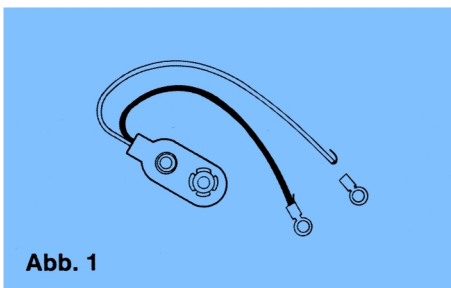

Abb. 1
1. Auf die beiden Drähte des Batterieanschlußclips werden Kabelschuhe geschoben und mit einer Zange fest zusammengepreßt (Abb. 1).